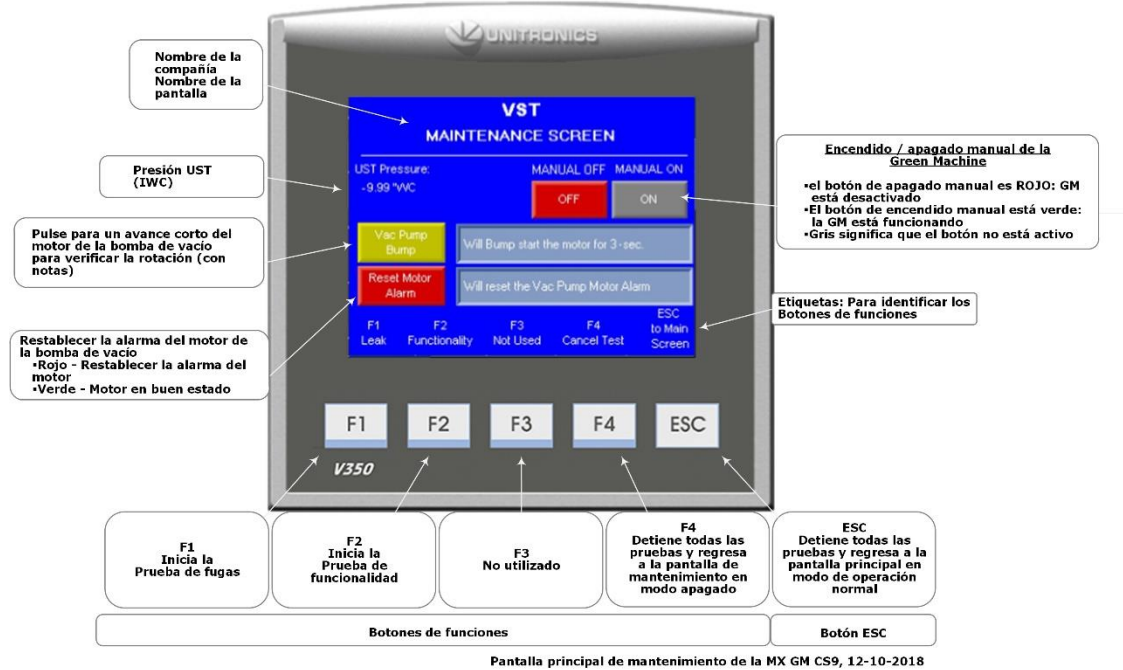

Figura 11-4: Pantalla de mantenimiento
- Cuando se muestra la pantalla de mantenimiento, la GREEN MACHINE siempre estará en modo "OFF" (apagado), a menos que el botón "Manual ON" (encendido manual) esté presionado. **Vea la figura 11-4.**